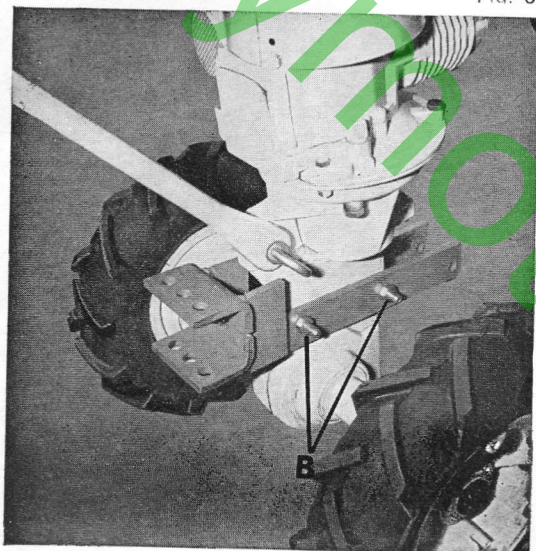

Fig. 6
- Montez l'attelage A sur le carter et le fixer à l'aide des boulons B (fig. 6).